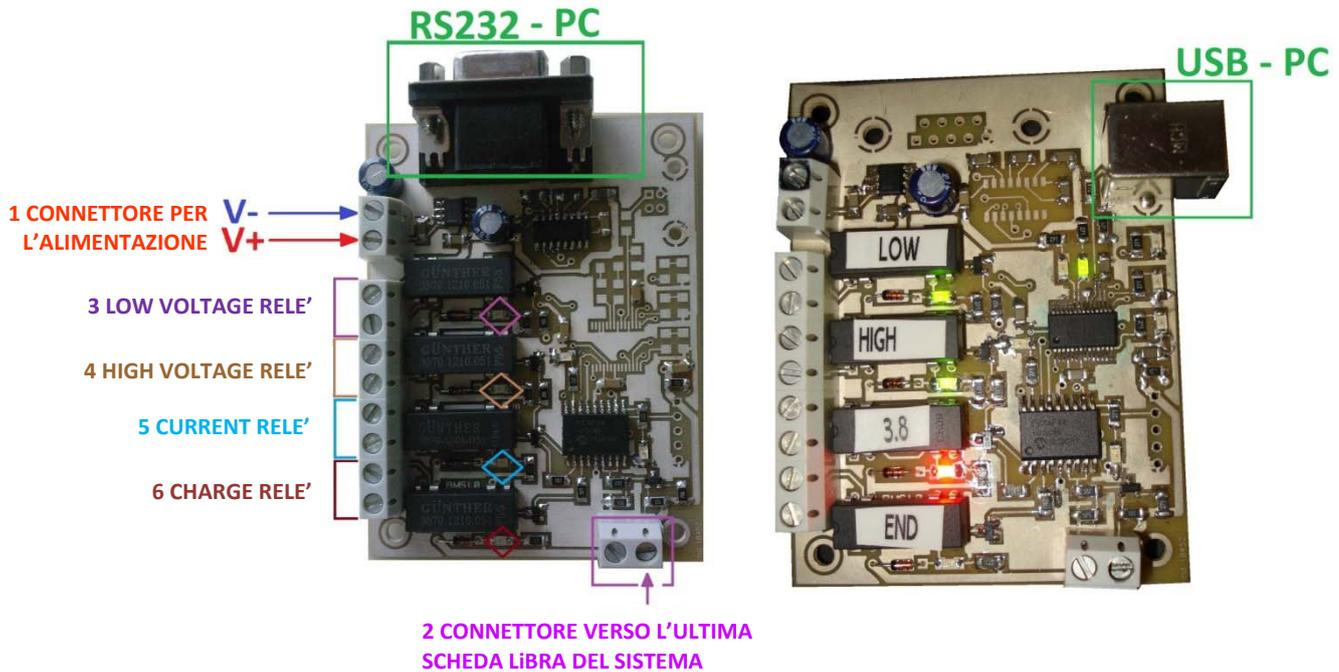

Figura 7: Sistema di controllo LiBRA-M versione RS232 (a sinistra) e USB (a destra)
Di seguito sono descritti i connettori della scheda LiBRA-M indicati in figura 7.
- I connettori n. 3, 4, 5 e 6 sono dedicati ai relè controllati dalla scheda. Quando il relè è chiuso il relativo LED, evidenziato il figura 7 con un rombo, è acceso.
La maggior parte delle azioni del sistema di controllo viene effettuata dai relè della scheda LiBRA-M. Per la posizione dei relè di veda la figura 7 alla pagina precedente: